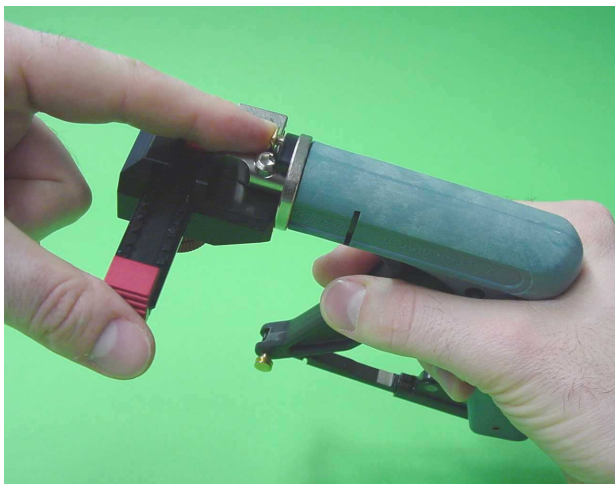

Bild 4
**2.** Um den Handgriff wieder für die Lagerung in dem vorgesehen Koffer zu verstellen, drücken Sie den Rastbolzen und drehen Sie den Handgriff in die ursprüngliche Position (siehe Bild 4).